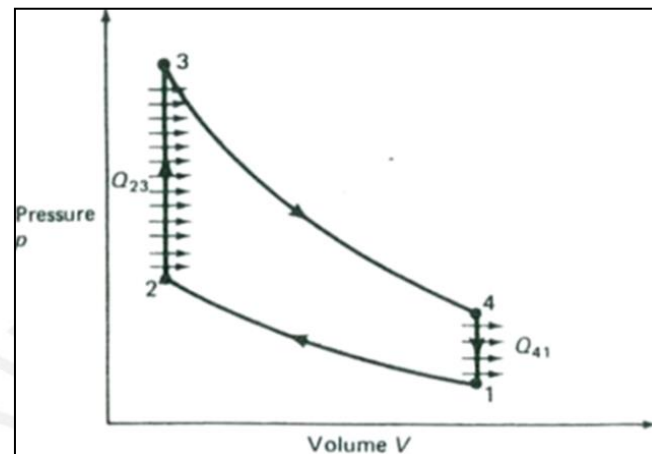

Figura 2 - Etapas del ciclo Otto [32].
- I. Admisión: una mezcla homogénea de aire-combustible ingresa al interior del cilindro; donde el pistón pasa del PMS para el PMI. En el primer tiempo de la Figura 2, se observa la válvula de admisión abierta.
El ciclo de Otto es un ciclo termodinámico utilizado como una base de comparación para motores encendidos por chispa de cuatro tiempos. El ciclo consiste en cuatro etapas como se muestra en la Figura 2.